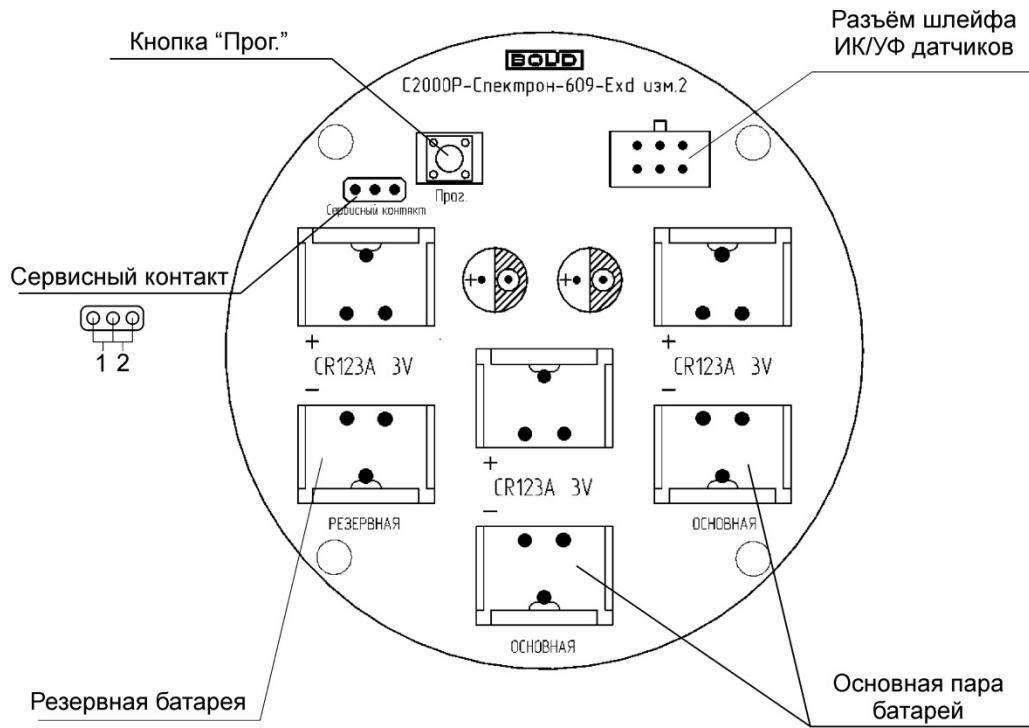

Рисунок 2.2 Расположение элементов на плате
На плате извещателя располагается элемент питания и органы управления прибором (см. Рисунок 2.2):
- Зажать кнопку «Прог.» на плате извещателя (см. Рисунок 2.2) на время более 3 секунд.
Тест качества связи при открытом корпусе прибора запускается посредством короткого нажатия на кнопку «Прог.» на плате прибора (см. Рисунок 2.2). Запуск процедуры может занимать до 2 секунд, при этом прибор осуществляет анализ радиоэфира и регистрацию на оптимальном ПКП или ретрансляторе.